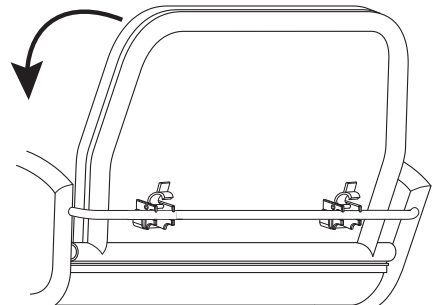

Abb. 6
2. Klappen Sie die Rückenlehne für den Transport nach vorne auf die Sitzfläche (Abb. 6).